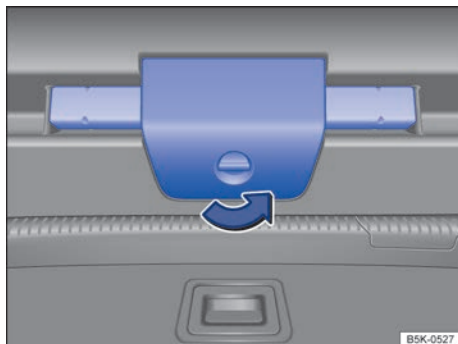

图 176 尾门上：打开三角警示牌固定支架
- 沿图示箭头方向将三角警示牌固定支架的螺钉拧 90° ⇒ 图 176。